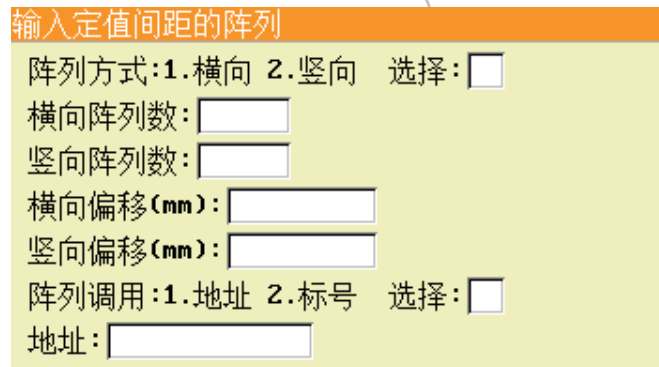
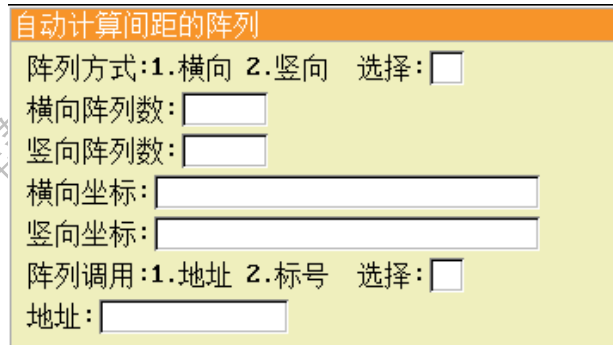

图 0.19 “输入定值间距的阵列”设置窗口
图 0.23 “自动计算间距的阵列”设置窗口
1. **输入定值间距的阵列。**使用场景：固定工件的治具盘平面跟机器 XY 轴平面平行一致，且治具盘上工件的摆放在横向、竖向跟机器 X、Y 轴方向平行时，即可使用第一种“输入定值间距的阵列”，其设置窗口如图 0.19 所示，但是也可以用第二种“自动计算间距的阵列”，如图 0.23 所示。
或治具盘平面跟机器 XY 平面一致但是治具盘上工件的摆放在横向、竖向跟机器 X、Y 轴方向不平行。其设置窗口如图 0.23 所示。